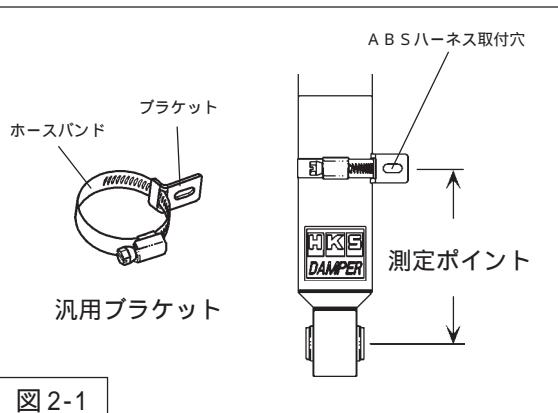

図 2-1
1. 本製品にはA B S センサハーネスを固定するため、汎用ブラケット（ブラケット+ホースバンド）を同梱しています。測定ポイントが純正ダンパーと同じ距離・位置になるようにフロントダンパーASSYに固定してください。（図 2-1）